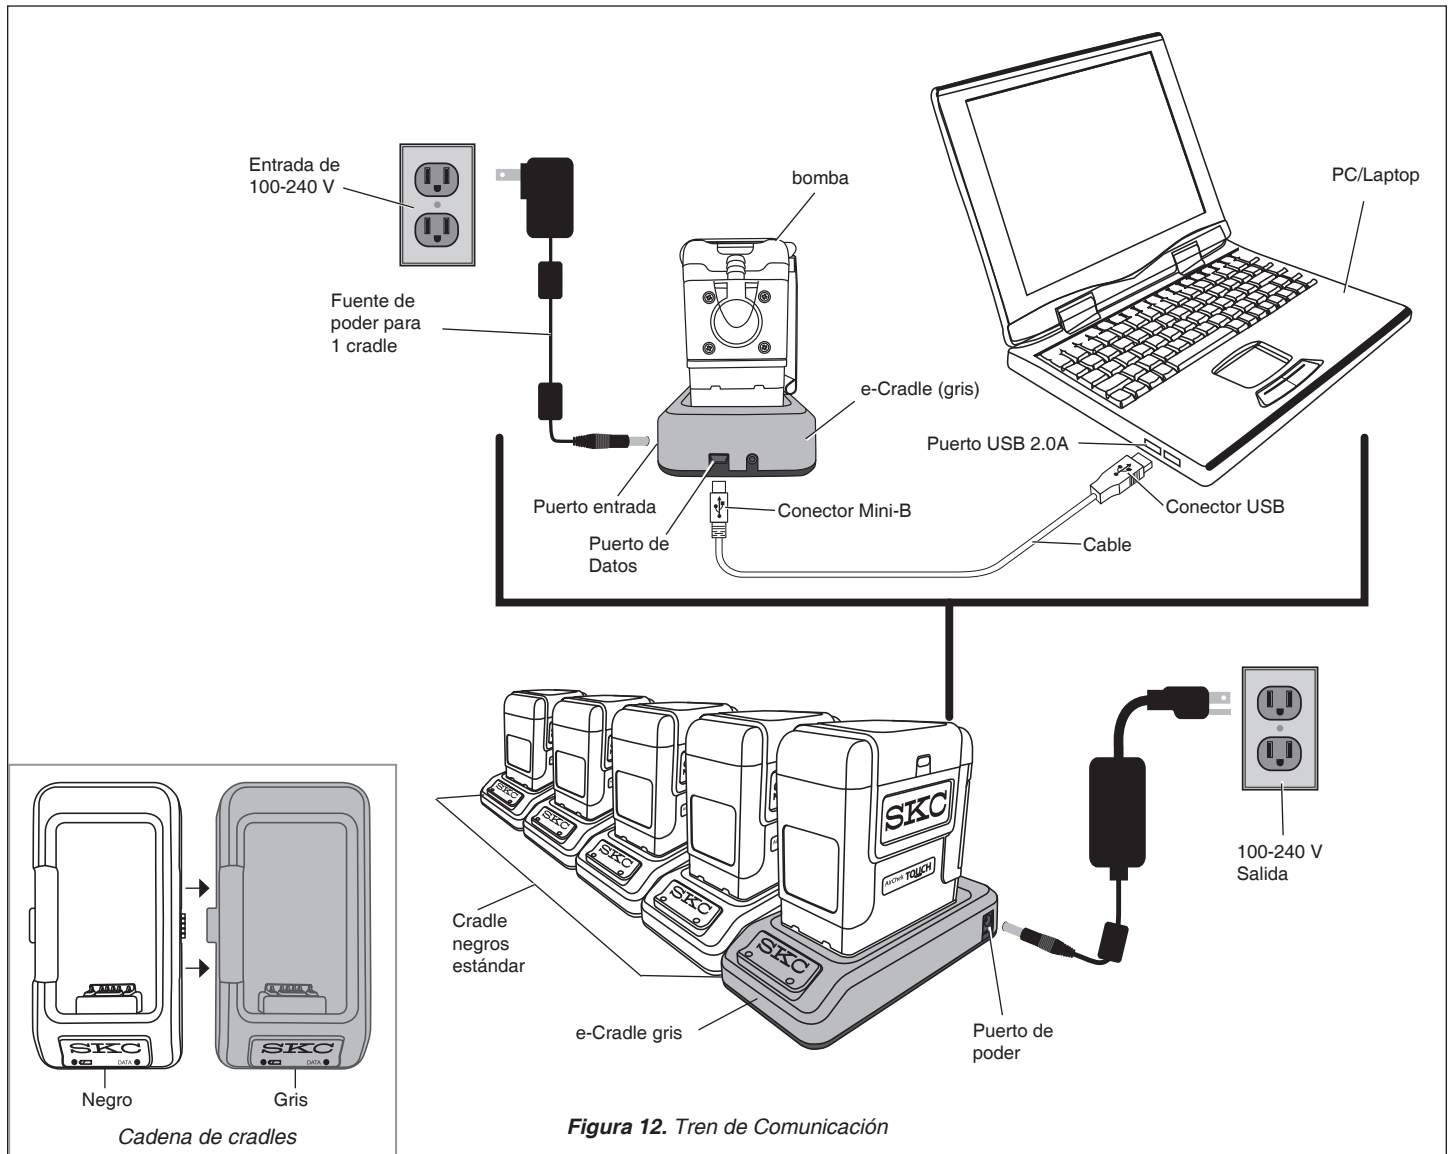

Figura 12. Tren de Comunicación
2. Ensamble el tren para el Sistema de Comunicación (*Figura 12*). Encienda la(s) bomba(s).